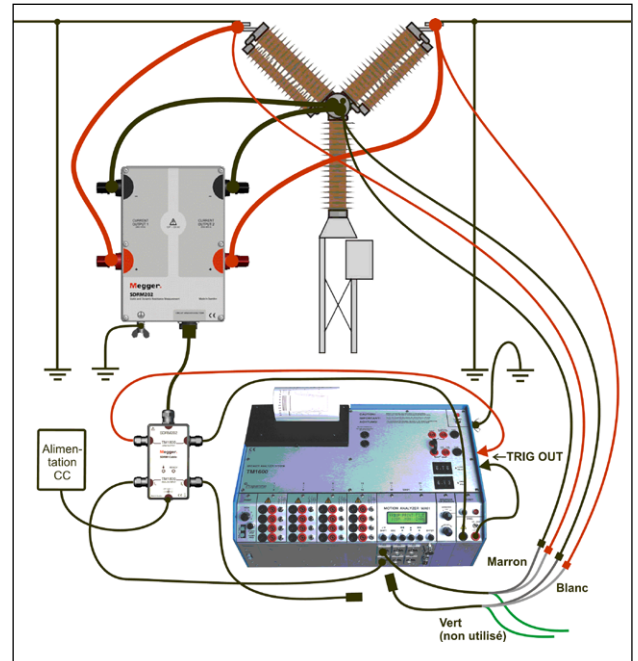

Fig. 8.2.1 Exemple de branchement. La figure montre le branchement avec SDRM202. Le SDRM201 est branché de la même manière mais avec un seul canal.
- 1] Raccordez le SDRM201/202 au disjoncteur, voir exemple de la figure 8.2.1.